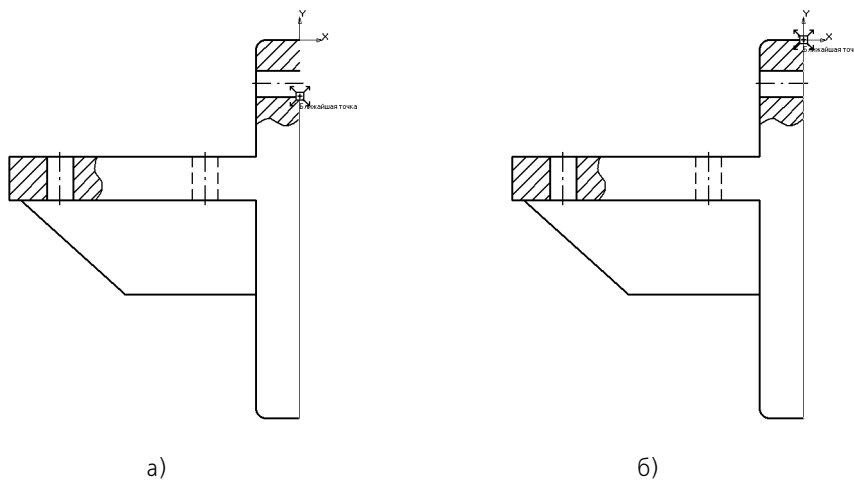

Рис. 54.10. Восстановление целостности отрезка
- 5.5. Щелкните по верхней точке p3 (рис. 54.10, а) и, не отпуская кнопку мыши, перетащите ее в точку p1. После срабатывания глобальной привязки **Ближайшая точка** отпустите кнопку мыши (рис. 54.10, б).